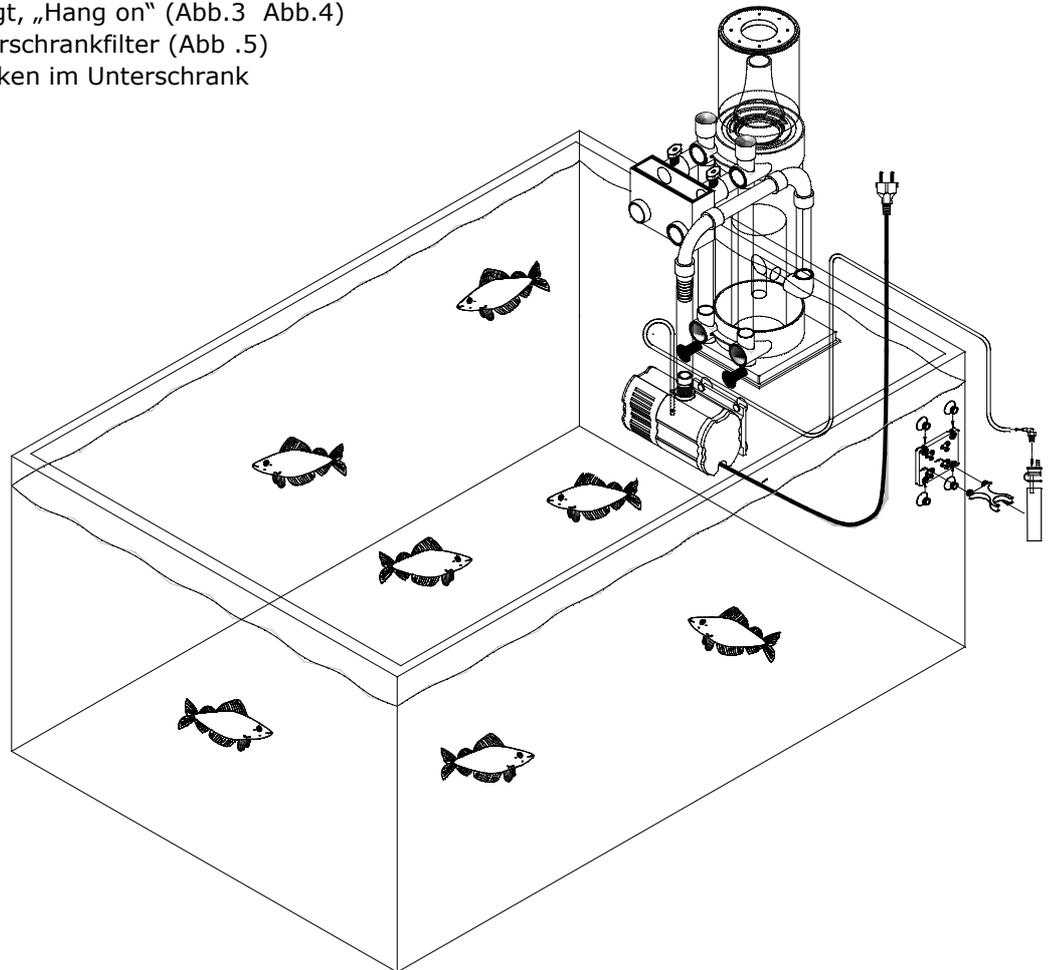

Abb.3: Turboflotor Multi SL als Außenabschäumer, angehängt
1. Als Aussenabschäumer, aussen an den Aquarienrand gehängt, „Hang on“ (Abb.3 Abb.4)
#### **Aufstellung, aussen am Aquarienrand** (Abb. 3)
(Abb.3). Er liegt dann nicht nur besser an, es wird auch vermieden, daß Tropfwasser vom Ablaufkasten an den Rohren über den Aquarienrand abläuft. Auf die beiden Stellschrauben wird ein Silikonsauger gesteckt. Dies erhöht den Halt des Abschäumers am Aquarium.